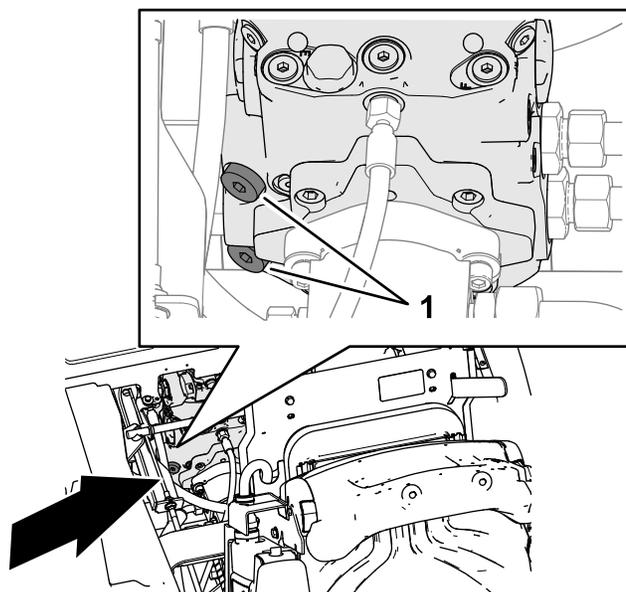

Figura 38
3. Utilizzate una chiave esagonale da 8 mm per ruotare di 3 giri in senso orario i 2 tappi a testa incassata per le valvole di sfogo della pompa della trasmissione (**Figura 38**).